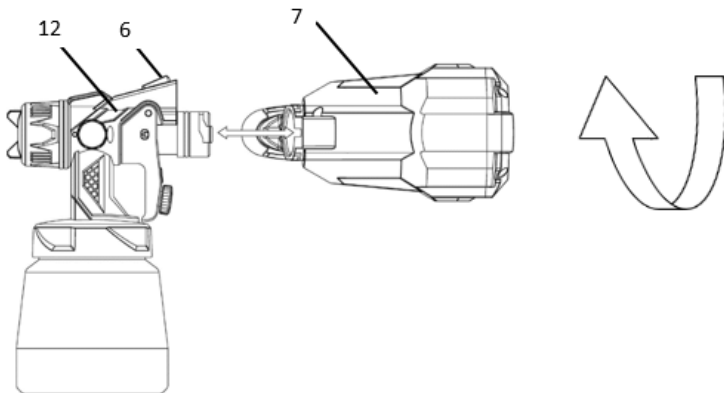

Рисунок 2
Для з'єднання частин потрібно вставити блок нагнітання повітря (7) в блок розпилення (12) і повернути його на 90° за напрямком вказаним стрілками, Для роз'єднання – натиснути кнопку (6) й повернути у протилежному напрямку (Рисунок 2).